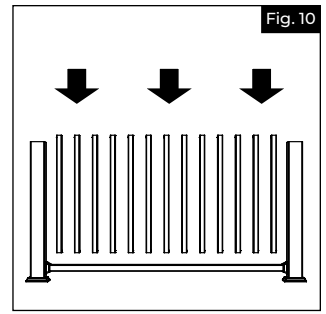

Fig. 10
- Empuje todos los barrotes en el travesaño inferior (Fig.10).